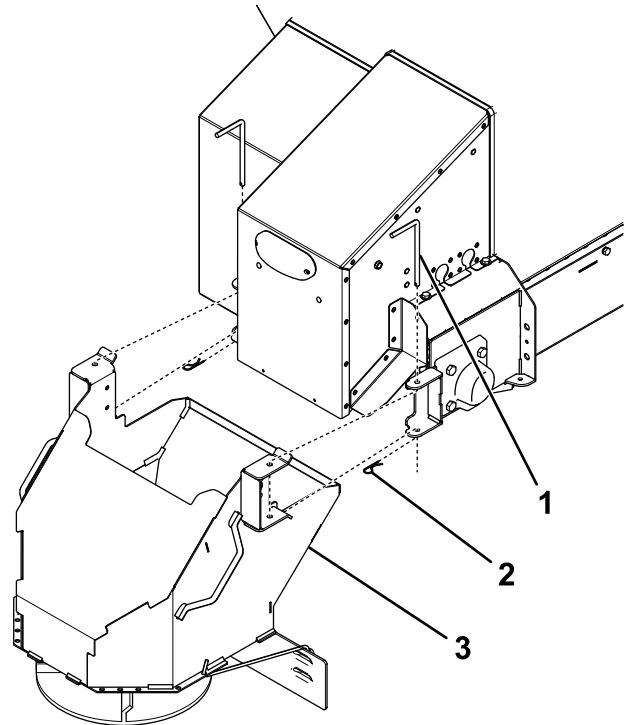

图11
1. 从甩盘总成上卸下并保留闩锁和开口销（图11）。
2. 将甩盘总成连接至撒布机，并用之前卸下的闩锁和开口销固定（图11）。